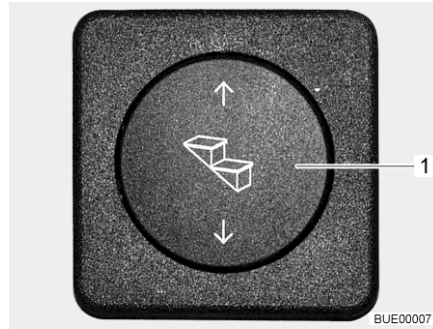

Fig. 1 Conmutador de mando del escalón de entrada
**Extracción:** ■ Pulsar el interruptor basculante (Fig. 1,1) por abajo hasta que esté completamente extraído el escalón de entrada.
**Introducción:** ■ Pulsar el interruptor basculante (Fig. 1,1) por arriba hasta que haya introducido completamente el escalón de entrada.